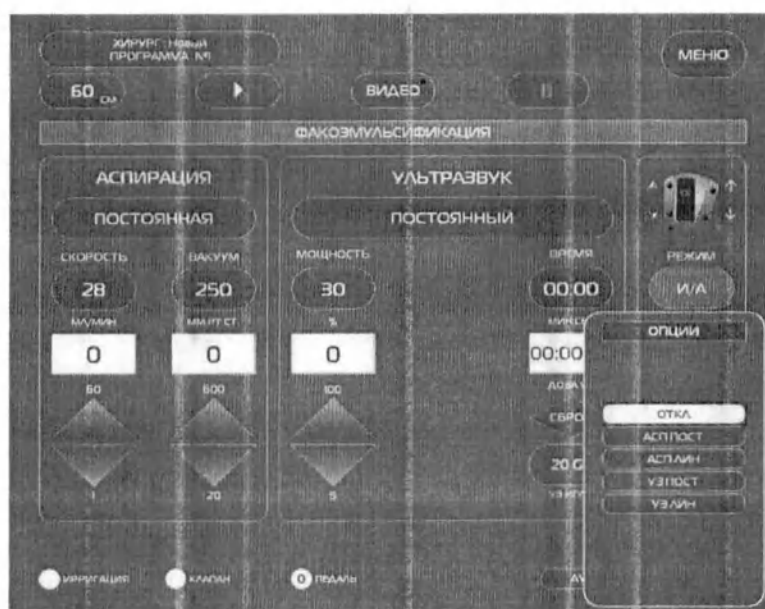

Рис.14.13 – Панель выбора параметра.
- Верхняя клавиша-табло «ОПЦИИ» (Рис. 14.14) – позволяет в появляющемся окне (Рис. 14.13) выбрать опцию, которая увеличивает заданное значение параметра при повороте платформы в горизонтальной плоскости (Рис.13.3).
- Нижняя клавиша-табло «ОПЦИИ» (Рис. 14.13) отображает и устанавливает значение величины выбранной опции при помощи «окна цифрового набора».